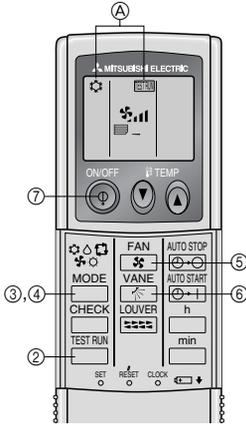

Fig. 7-2
7.2.2. Kablosuz uzaktan kumanda kullanarak (Fig. 7-2)
- ① Çalışma testinden en az 12 saat önce üniteye güç verin.
- ② **TEST RUN** (kontrol) düğmesine iki kere sürekli olarak basın.